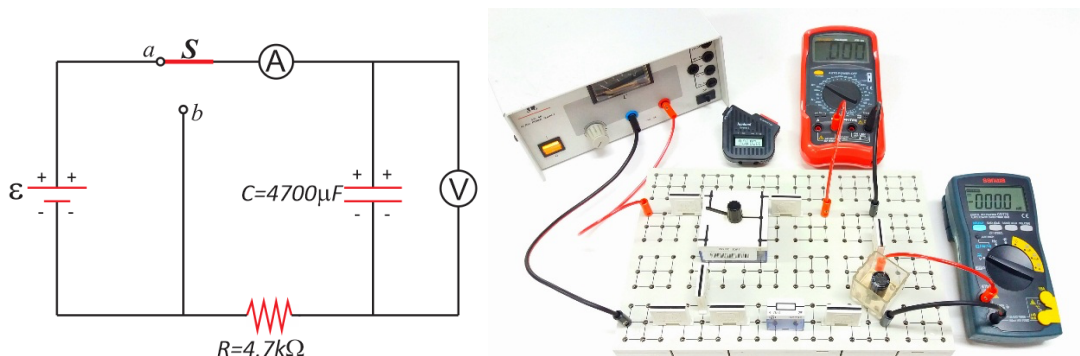

Figura 5. Circuito RC . (a) Proceso de carga del condensador. (b) Sistema experimental.
2. Instale el circuito RC tal como se muestra en la figura 5 (tenga en cuenta la polaridad del condensador), donde el interruptor de 3 vías S está en el punto a . Recuerde que la conexión del amperímetro debe ser una conexión en serie respecto al resistor.